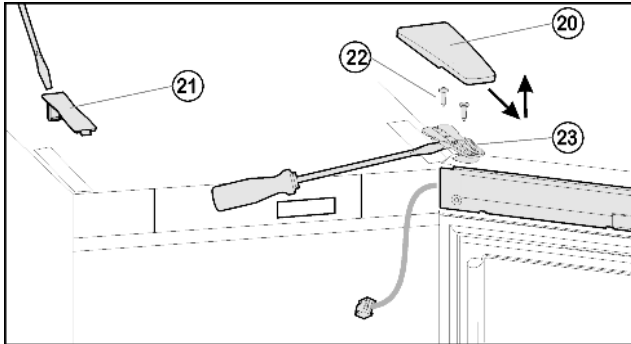
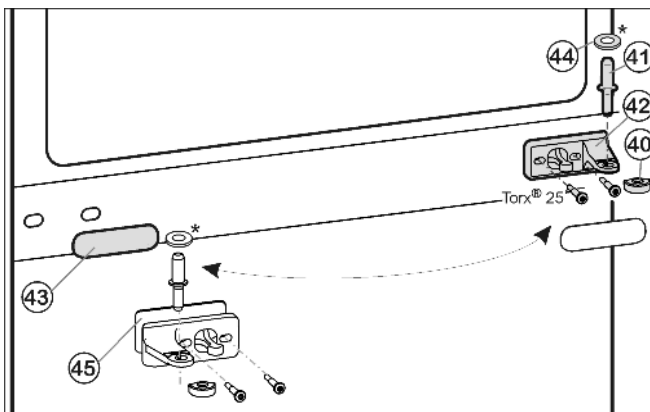
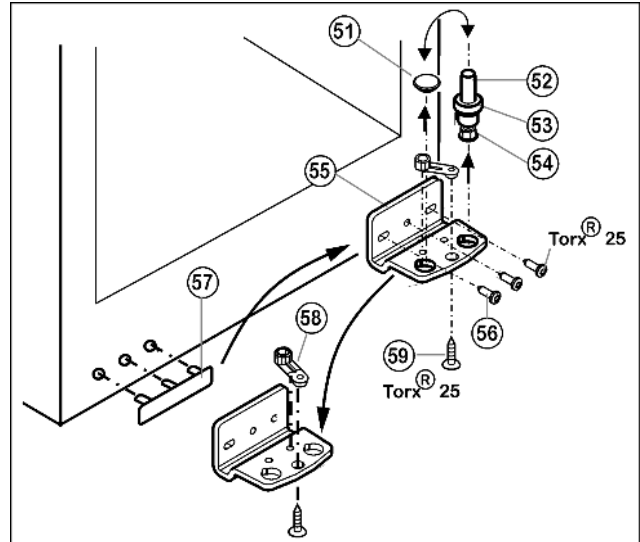

Fig. 6
Fig. 7
Fig. 8
- ▶ Elever le cache Fig. 6 (20) vers l'avant et vers le haut
- ▶ Retirer le cache Fig. 6 (21).
- ▶ Dévisser entièrement les vis Fig. 6 (22).
- ▶ Enlever vers le haut la porte complète avec support d'appui Fig. 6 (23) et câble. Se servir du tournevis à tête fendue comme d'un levier en le glissant sous le support d'appui pour déboîter la porte avec précaution.
- ▶ Retirer le pivot central Fig. 7 (41) du support d'appui et de la porte inférieure.
- ▶ Retirer le capuchon en plastique Fig. 7 (40).
- ▶ Dévisser le support d'appui du milieu Fig. 7 (42) (2 Torx® 25).
- ▶ Retirer avec précaution le panneau-cache Fig. 7 (43).
- ▶ Visser le support d'appui du milieu Fig. 7 (42) avec le support pivoté Fig. 7 (45) de 180° sur le nouveau côté charnière (avec 4 Nm).
- ▶ Encliqueter de nouveau le panneau-cache Fig. 7 (43) tourné à 180° sur le nouveau côté poignée.
- ▶ Retirer le pivot Fig. 8 (52) complètement avec le disque Fig. 8 (53) et le pied réglable Fig. 8 (54) par le haut.
- ▶ Enlever le bouchon Fig. 8 (51).
- ▶ Dévisser Fig. 8 (55) le support d'appui Fig. 8 (56).
- ▶ Dévisser Fig. 8 (59) l'élément pivotant Fig. 8 (58) et le permuter dans le trou opposé du support d'appui.
- ▶ Soulever le cache côté poignée Fig. 8 (57) avec précaution et le positionner sur le côté opposé.
- ▶ Revisser à fond le support d'appui Fig. 8 (55) sur le nouveau côté charnière en utilisant une visseuse sans fil si nécessaire, avec un couple de serrage de 4 Nm.
- ▶ Replacer le bouchon Fig. 8 (51) dans l'autre trou.
- ▶ Replacer complètement le pivot Fig. 8 (52) avec le disque et le pied réglable. Faire attention à ce que les ergots d'encliquetage soient tournés vers l'arrière.
- ▶ Placer la porte par le haut sur le pivot Fig. 8 (52).
- ▶ Remettre le capuchon en plastique Fig. 7 (40) sur le support d'appui central Fig. 7 (42).
- ▶ Placer le pivot d'appui central Fig. 7 (41) au travers du support d'appui central Fig. 7 (42) dans la porte inférieure.
- ▶ Placer la porte supérieure sur le pivot central Fig. 7 (41), fermer la porte et placer le support d'appui Fig. 6 (23) supérieur de telle sorte à ce qu'il s'encliquete dans la face supérieure de l'appareil.
- ▶ Visser le support d'appui Fig. 6 (23) avec un couple de serrage de 4 Nm. Pointer les trous de vissage ou avoir recours à une visseuse sans fil.
- ▶ Faire encliqueter le cache Fig. 6 (20) et le cache Fig. 6 (21).
- ▶ Mettre éventuellement la porte de niveau par rapport aux deux trous oblongs du support d'appui inférieur Fig. 8 (55) et le support d'appui du milieu Fig. 7 (42) pour qu'elle affleure avec l'habillage de l'appareil. Pour cela, dévisser la vis centrale du support d'appui inférieur Fig. 8 (55).